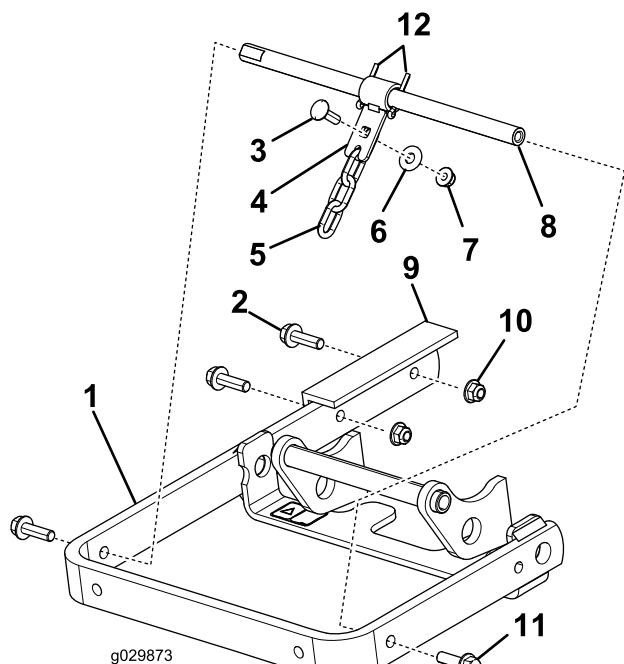

Рисунок 2
1. Подсоедините износную накладку к подъемному рычагу с помощью 2 фланцевых болтов с шестигранными головками (3/8 x 1-1/4 дюйма) и 2 фланцевых гаек (3/8 дюйма), как показано на Рисунок 2.
2. Вставьте подъемную балку в соединитель и присоедините к соединителю цепь с помощью каретного болта (5/16 x 1 дюйм), плоской шайбы (3/8 дюйма) и фланцевой гайки (5/16 дюйма); см. Рисунок 2.
3. Прикрепите подъемную балку (с соединителем и цепью) к подъемному рычагу с помощью 2 фланцевых болтов с шестигранными головками (3/8 x 1-1/4 дюйма), как показано на Рисунок 2.
4. Установите два шплинта (5/32 x 1-1/4 дюйма) в подъемную балку в местах, показанных на Рисунок 2.